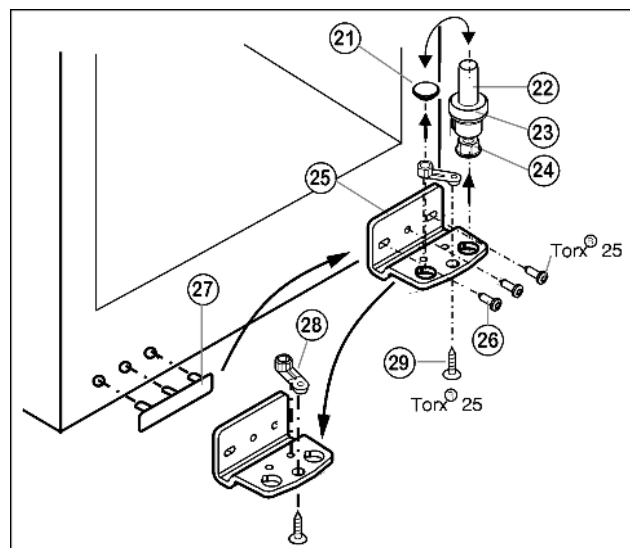

Fig. 6
- ▶ Lejebolten Fig. 6 (22) trækkes ud opadtil komplet med plade Fig. 6 (23) og skruefod Fig. 6 (24).
- ▶ Løft Fig. 6 (21) proppen.
- ▶ Lejekonsollen Fig. 6 (25) skrues af Fig. 6 (26).
- ▶ Lejedelen Fig. 6 (28) skrues af Fig. 6 (29) og sættes i det overfor liggende hul i lejekonsollen, skru så fast igen.
- ▶ Løft afdækningen på håndtagssiden Fig. 6 (27) forsigtigt af og flyt den til den modsatte side.
- ▶ Lejekonsollen Fig. 6 (25) skrues fast igen på den nye hængselside om nødvendigt ved hjælp af en akkuskrue-trækker (med 4 Nm).
- ▶ Sæt igen proppen Fig. 6 (21) i det andet hul.
- ▶ Lejebolten Fig. 6 (22) sættes ind igen komplet med plade og skruefod. Vær herved opmærksom på, at tappen peger bagud.
- ▶ Sæt døren oppefra på lejebolten fornedden Fig. 6 (22).
- ▶ Sæt øverste lejekonsol (12) i døren på den nye hængsel-side.
- ▶ Den øverste lejekonsol skrues (12) fast (med 4 Nm) (2 gange Torx® 25) (13). Stik eventuelt skruehullerne i forvejen eller brug en akkuskrueetrækker.
- ▶ Sæt afdækning (10) og afdækning (11) i på den modsatte side, så de går i hak.
- ▶ Justér døren, eventuelt vha. de to langhuller i lejebukken fornedden Fig. 6 (25), så den flugter i forhold til apparatkabinettet. Drej til dette formål den midterste skrue ud.